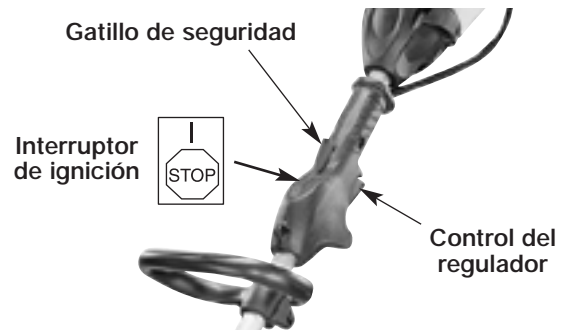

Fig. 6
2. Colocar el interruptor de ignición en la posición Marcha (Fig. 6).
5. Tome la manija firmement - presione el gatillo de seguridad y estrangule el obturador hasta la posición de Estrangulación Total (Fig. 6).
1. Colocar el interruptor de ignición en la posición Marcha (Fig. 6).